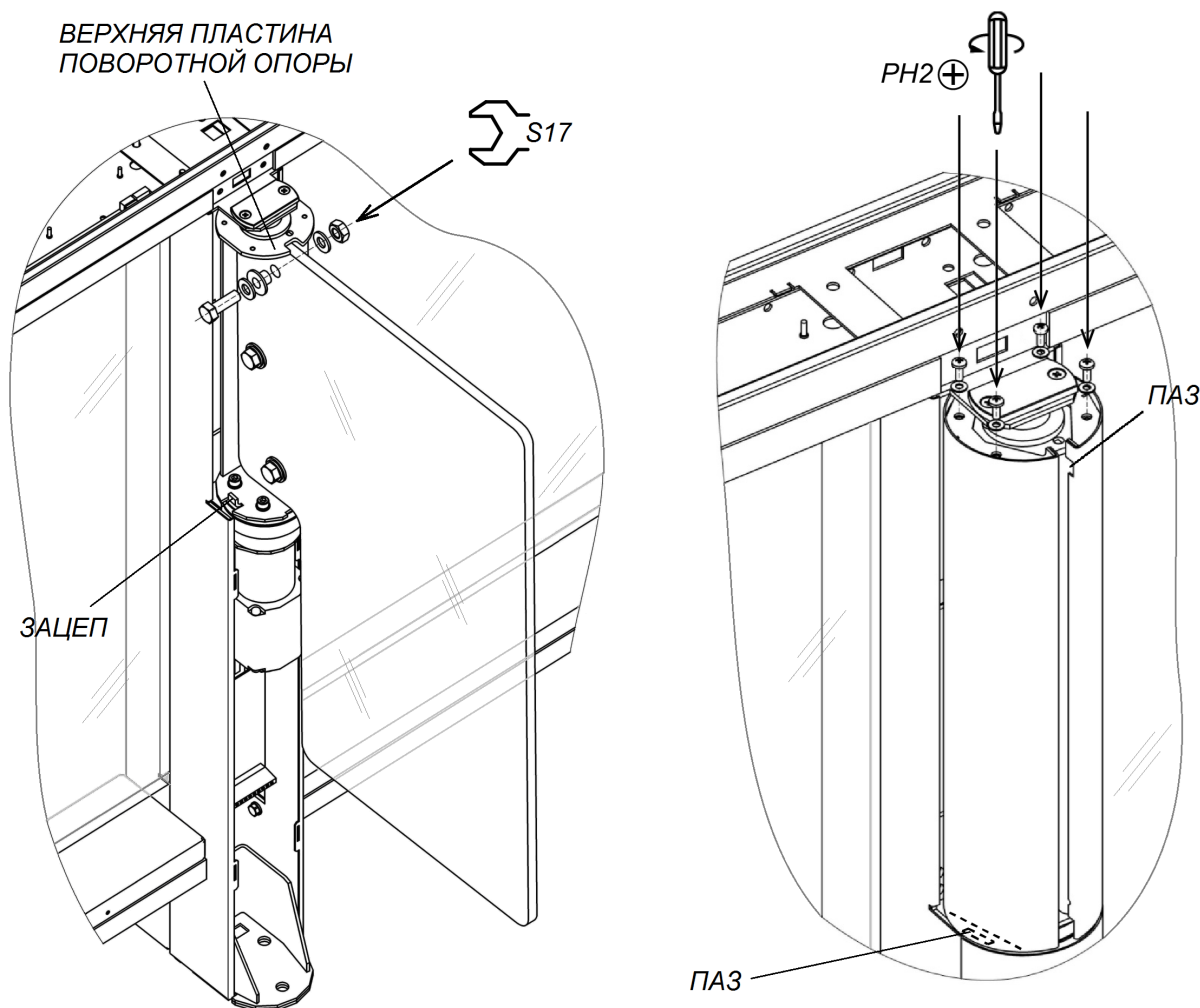

Рисунок 25. Створка и кожух створки
26. Установите верхние крышки секций (10) (см. рис. 25, 26 разд. 8.9.6).
32. Установите кожухи центральных стоек (5) (разд. 8.9.1).
Порядок монтажа верхней крышки секции **STC-01G (SDC-01G)** и **STC-01S (SDC-01S)** (рис. 25):